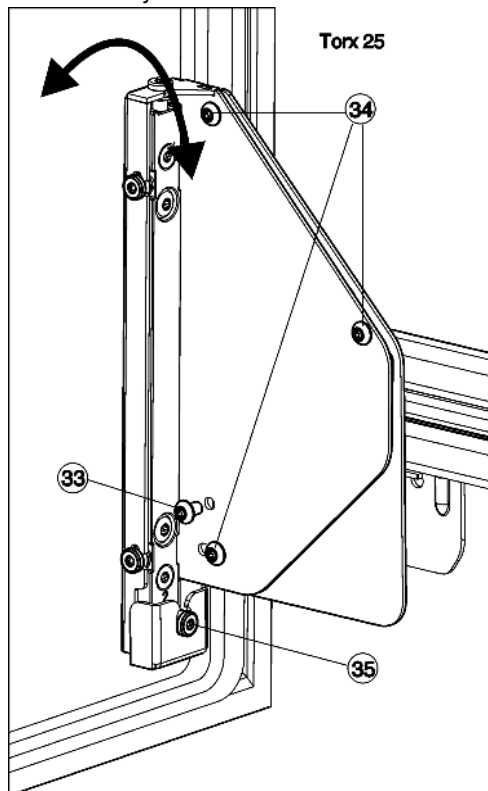

Fig. 26
- ▶ Úplne vyskrutkujte skrutku Fig. 26 (33).
- ▷ Skrutku Fig. 26 (33) odstráňte, keď už nie je potrebná.
- ▶ Uvoľnite skrutky Fig. 26 (34) 1 až 2 otočeniami.
- ▶ Otočte regulačnú skrutku Fig. 26 (35). V smere hodinových ručičiek: dvere hore sa odklonia od korpusu zariadenia. Proti smeru hodinových ručičiek: dvere hore sa naklonia k zariadeniu a dole sa odklonia od korpusu zariadenia.
- ▶ Znovu pevne dotiahnite skrutky Fig. 26 (34) po ukončení prestavovania sklonu.